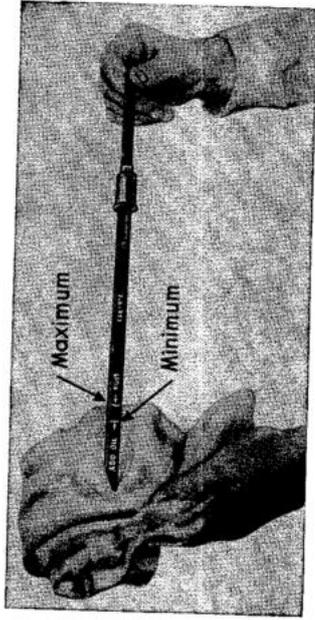

Fig. 25 Jauge d'huile
On introduit l'huile par le tube de remplissage (11) qui se trouve sur le côté gauche du moteur. Le niveau de l'huile dans le carter est indiqué par une jauge plongeant dans un orifice disposé sur le côté gauche au bas du moteur (figure 25).